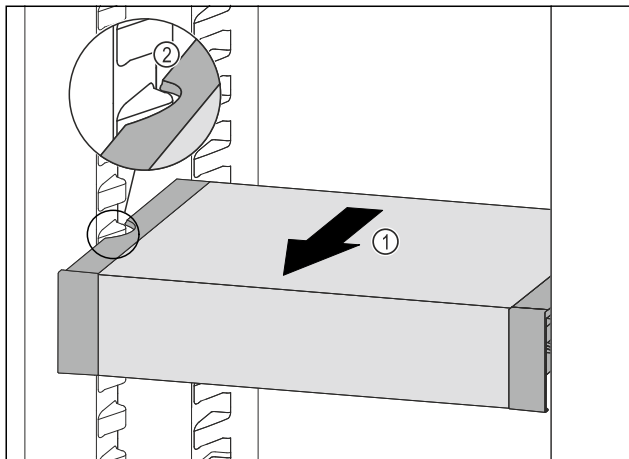

Fig. 216
- Tirare VarioSafe in avanti Fig. 216 (1) fino a quando le cavità laterali di VarioSafe non si trovano al livello della nervatura del contenitore nel vano frigorifero. Fig. 216 (2)